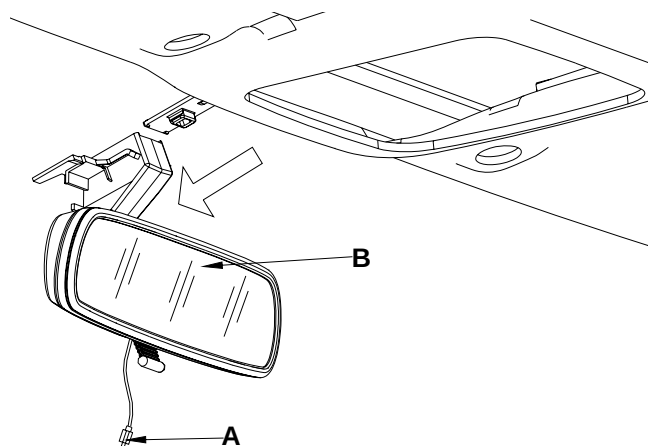

图 18-3-8
- 3、如图 18-3-8，脱开线束接插件 A，按图中箭头方向推铝合金支架，拆除内后视镜；